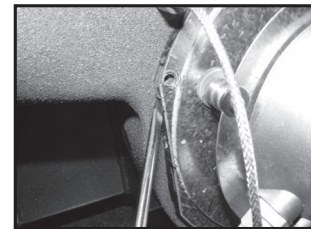

Figura. 36
4. Rimuovere la tenuta servendosi di un attrezzo appuntito, ad esempio un cacciavite. Vedere Figura 36.